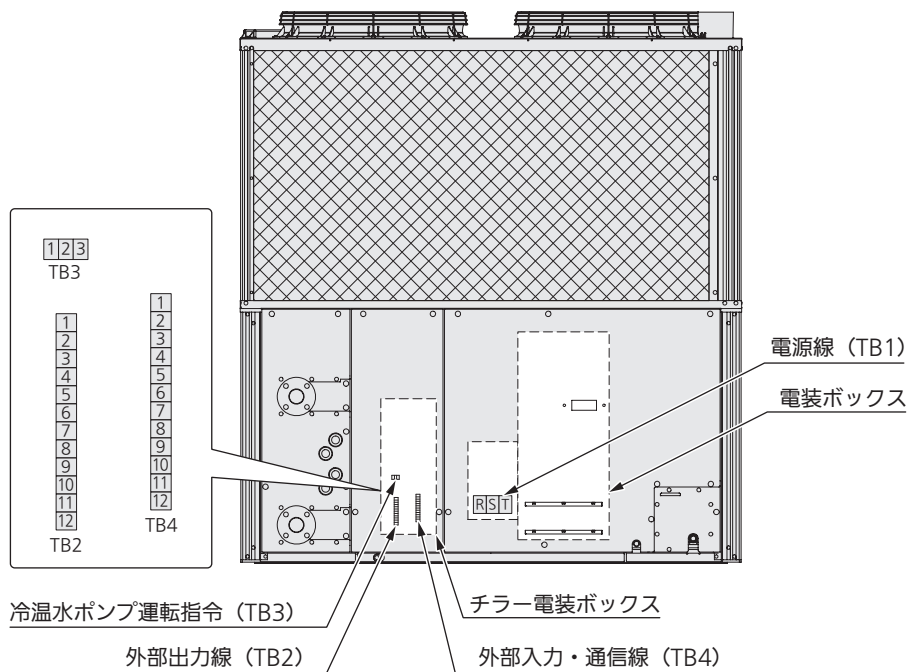

図 1
- 絶縁スリーブ付丸型圧着端子（現地調達）を使用して接続してください。（図 1 参照）